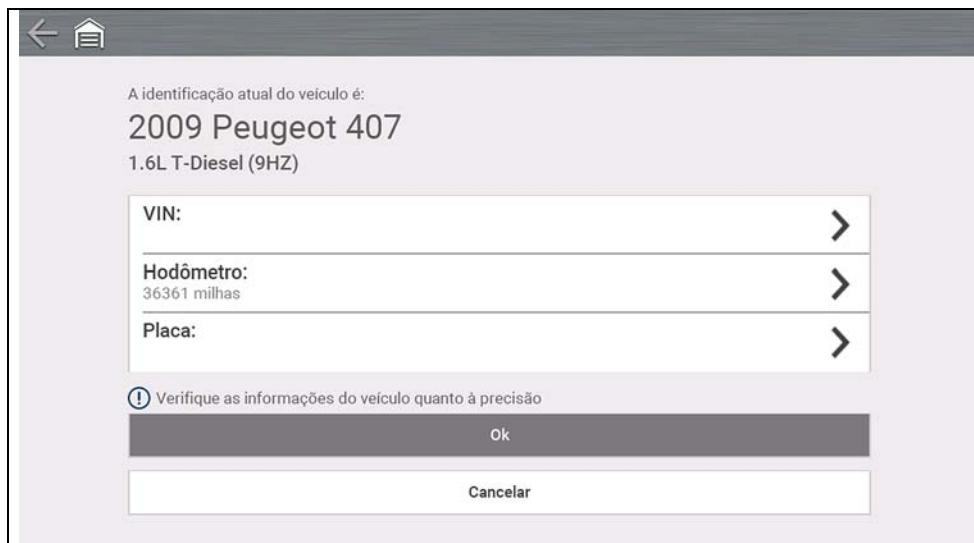

Figura 4-3
8. A tela de confirmação da identificação do veículo é exibida (Figura 4-3). Selecione **OK** para continuar.